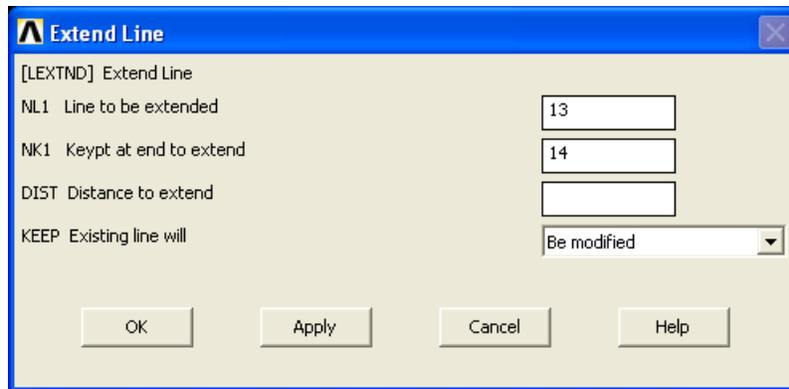

Рисунок 32. Диалоговое окно параметров удлинения линии
- Далее появится третье окно **Extend Line** (Рисунок 32). В нем необходимо указать номер удлиняемой линии (поле ввода **NLI**), номер ключевой точки (метка поля ввода **NKI**) на том конце линии, который будет удлиняться, расстояние (поле ввода **DIST**), на которое увеличится длина линии, а также указать с помощью выпадающего меню **KEEP**, сохраняется ли старая линия и ключевая точка после проведения преобразований.
С помощью появившегося окна выбора следует указать удлиняемую линию и нажать **OK**. С помощью нового окна выбора следует выбрать ключевую точку *2*, определяющую, в какую сторону производится удлинение, и нажать **OK**. После этого появится диалоговое окно *Extend Line* (Рисунок 32), в поле *DIST* которого следует ввести *0.07* и нажать **OK**.